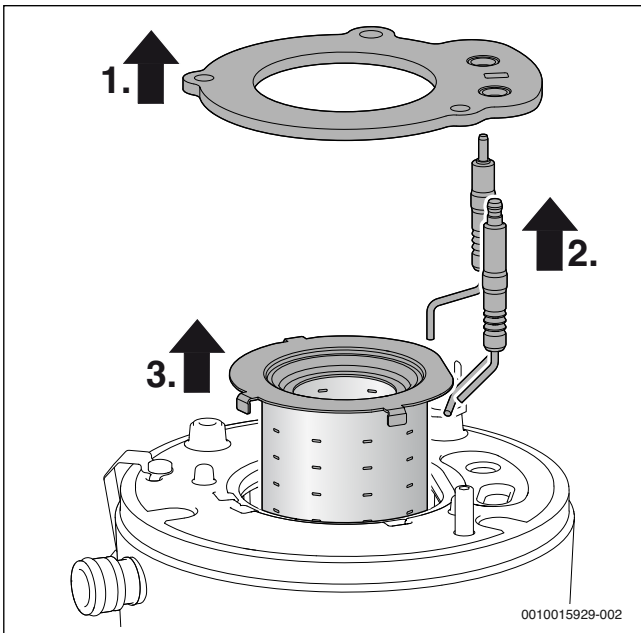

Fig. 43 Scoaterea arzătorului
- ▶ De fiecare dată când deschideți arzătorul, înlocuiți garnitura arzătorului (→ fig. 43, poz. [1]) și toate garniturile de etanșare deteriorate ca urmare a acestei măsuri. (Durata de viață maximă a garniturii arzătorului: 7,5 ani)